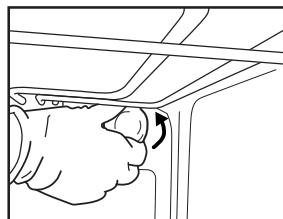

Fig. 6
2. Deșurubați capacul becului (Fig. 6), înlocuiți becul (consultați nota despre tipul becului) și însurubați la loc capacul becului.